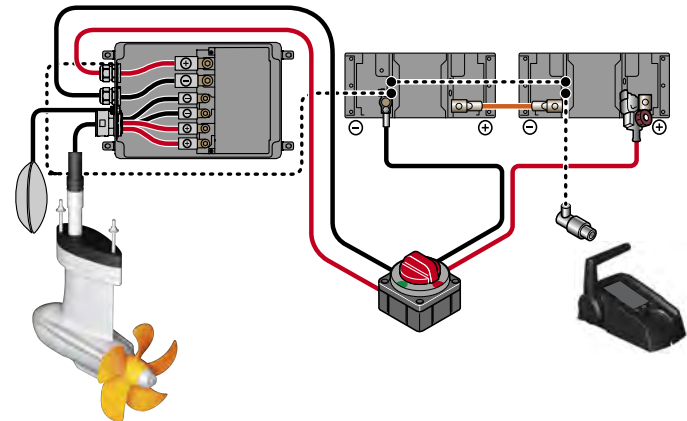

Fig. 17: Esquema de conexiones de Power 26-104
2. Conecte el cable que quede a las baterías; **consulte "Fig. 17: Esquema de conexiones de Power 26-104"**.